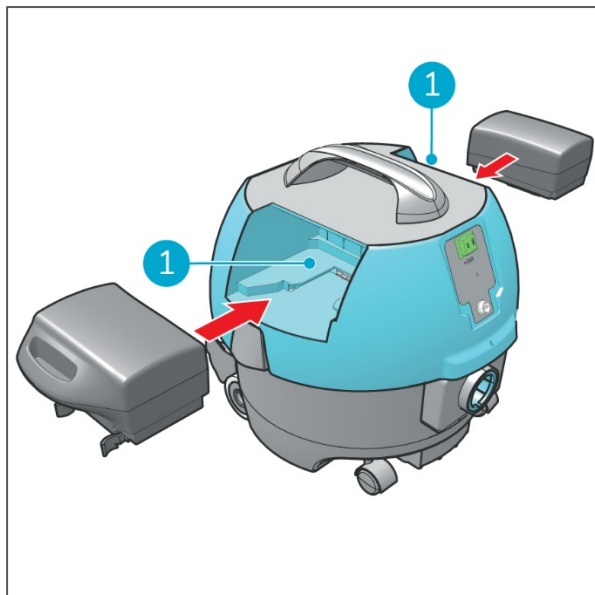

Abbildung 16
1. Richten Sie den Akku am Steckplatz aus (Figure 16, Pos. 1) und schieben Sie ihn hinein, bis Sie ein Klicken hören. Wiederholen Sie den Vorgang mit dem zweiten Akku. Die Akkus sind nun fest eingesetzt.